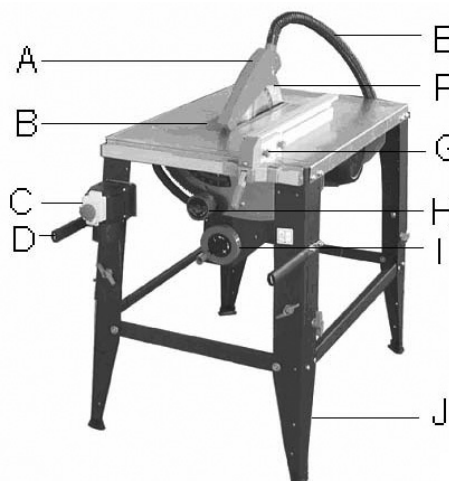
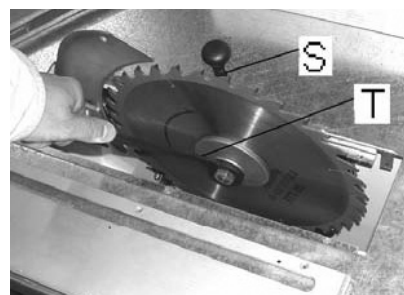

Fig. 1
Fig. 13
Maskinen kan startes med den grønne tænd-kontakt på hovedkontakten: Maskinen kan standses med den røde sluktrykkontakt (C, fig. 1).
Fjern savbeskyttelseshætten (A, fig. 1) og bordindlægget (B). Drej savklingen op i øverste position. Løsn spændemøtrikken med den medleverede nøgle (T, fig. 13). Savakslen sikres mod at dreje ved hjælp af den medleverede stikbolt (S).